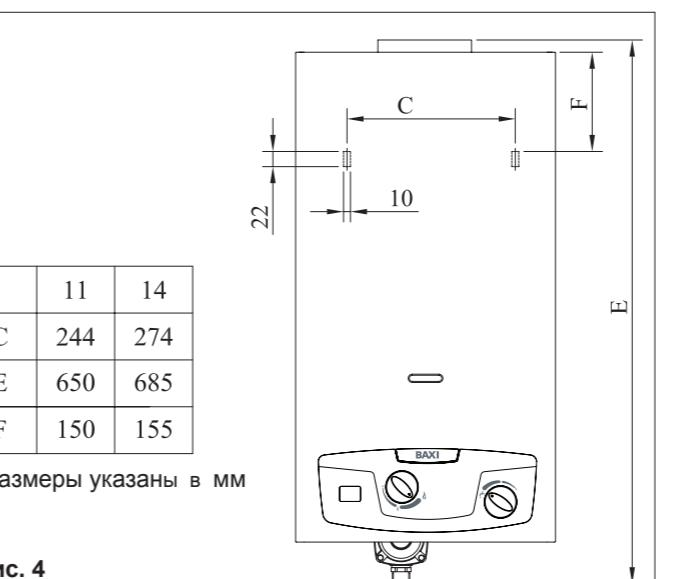

Рис.4
- На рис. 4 приведены установочные размеры для крепления водонагревателя к стене.